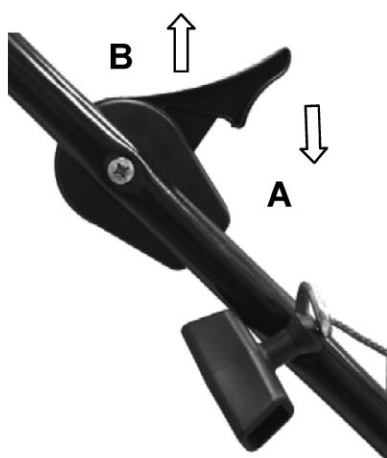
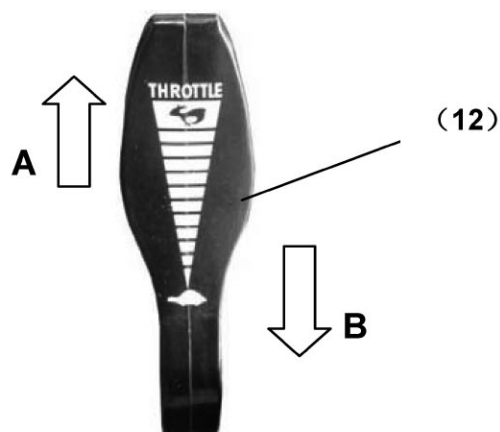

Fig. 8a
Fig. 8b
- > Å bevege gasshåndtaket (12) mot hare symbolet vil øke motorhastigheten. (Fig. 8a and Fig. 8b).
- > Å bevege gasshåndtaket (12) mot skilpadde symbolet vil redusere motorhastigheten (Fig. 8a and Fig. 8b).